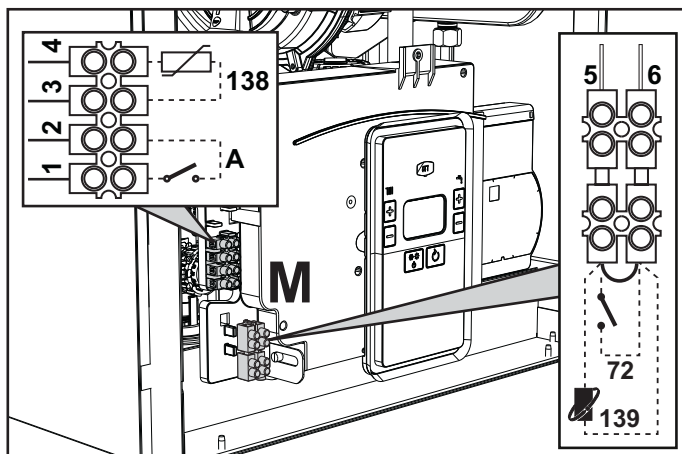
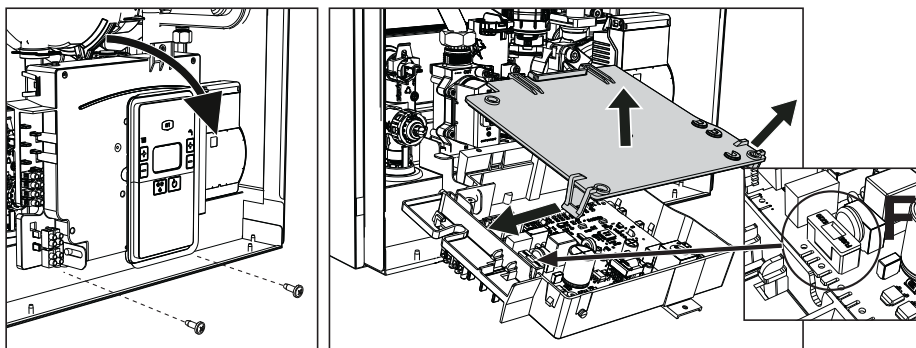

fig. 18
fig. 19
Tras quitar el panel frontal (*** 'Apertura del panel frontal' on page 78 ***), es posible acceder a las regletas de conexión (M) y al fusible (F) según las indicaciones siguientes (fig. 18 e fig. 19). **Los bornes indicados en la fig. 18 deben tener contactos secos (no 230V).** La posición de los bornes para las diferentes conexiones también se ilustra en el esquema eléctrico de la fig. 45.
Configuración del interruptor ON/OFF (A, fig. 19)